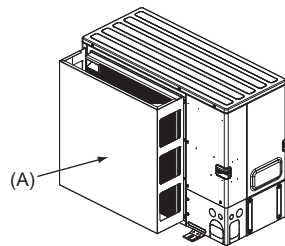

Fig. 2-5
- (2) Installare una guida di protezione dell'aria opzionale se l'unità è installata in un luogo in cui forti venti provenienti da un tifone, ecc. possono entrare direttamente nell'uscita dell'aria. (Fig. 2-5)